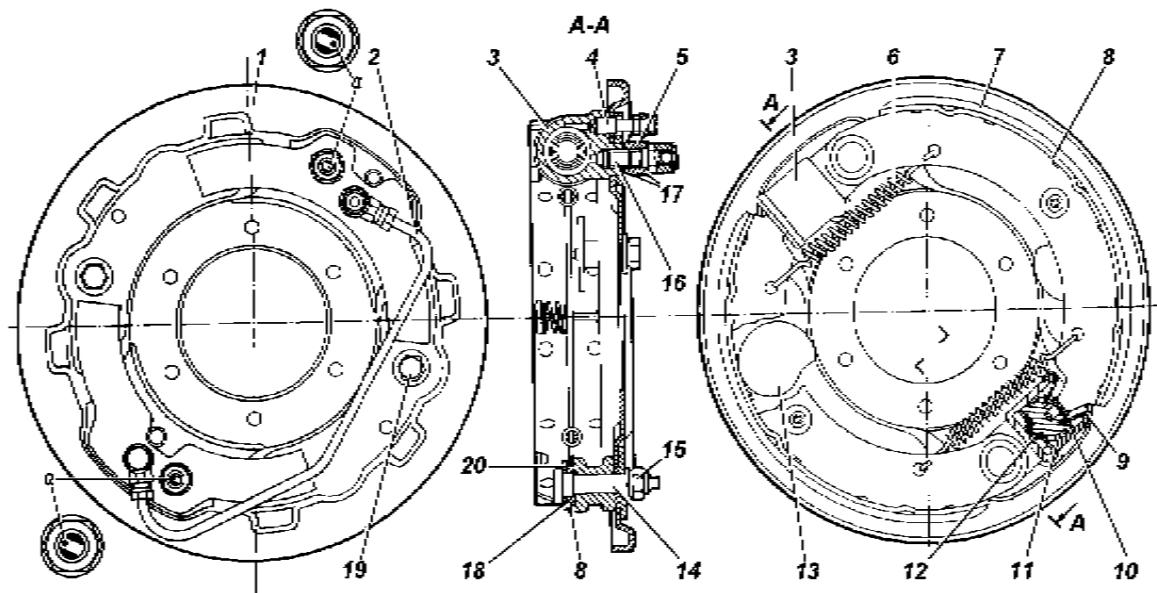

Рис. 7.4. Тормоз переднего колеса:
Тормоз переднего колеса показан на рис. 7.4.
При правильной установке колодок с неизношенными накладками и тормозным барабаном метки "а" на опорных пальцах (керны на наружных торцах) должны быть расположены, как показано на рис. 7.4, или с отклонениями от этого положения в ту или другую сторону до 50° .
2. Ослабить гайки опорных пальцев и установить опорные пальцы в начальное положение (метки на торцах опорных пальцев должны быть расположены, как указано на рис. 7.4, 7.5).